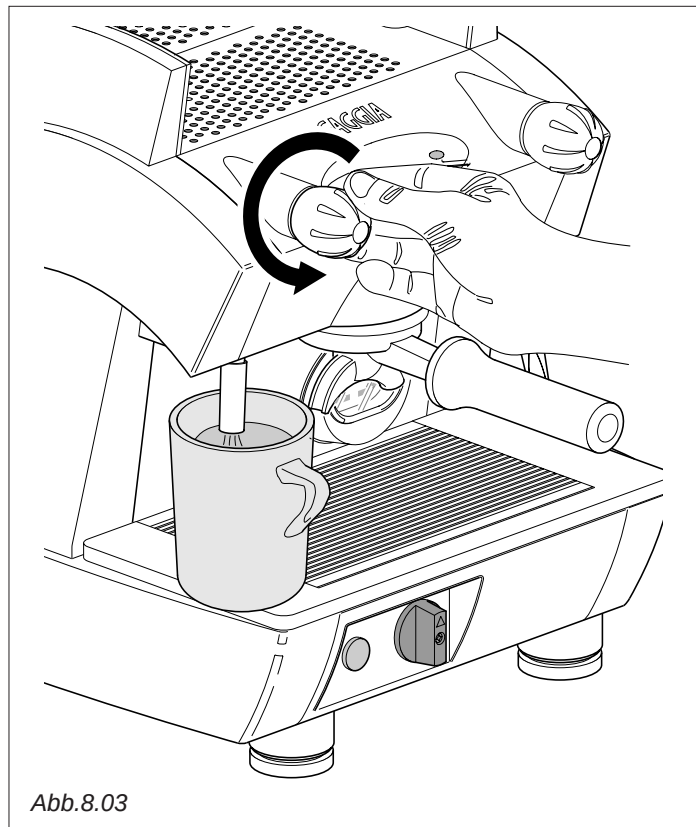

Abb.8.03
- Den Hahn langsam gegen den Uhrzeigersinn drehen (Abb.8.03) und das heiße Wasser wird ausgegeben.
- Ist die gewünschte Menge erreicht, den Hahn (Abb.8.03) im Uhrzeigersinn wieder in Ausgangsstellung drehen.